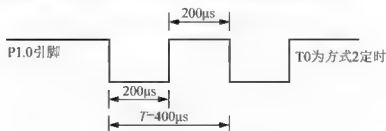

图 4-21 在  $\text{P1.0}$  引脚上输出的波形
**例 4.3** 设晶振频率  $f_{\text{osc}}=6\text{MHz}$ , 使用定时器/计数器  $\text{T0}$  以方式 2 产生周期为  $400\mu\text{s}$  的方波脉冲, 并由  $\text{P1.0}$  输出, 如图 4-21 所示。试以中断方式实现。